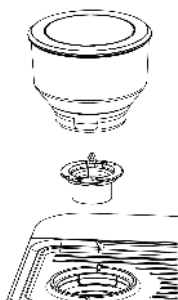
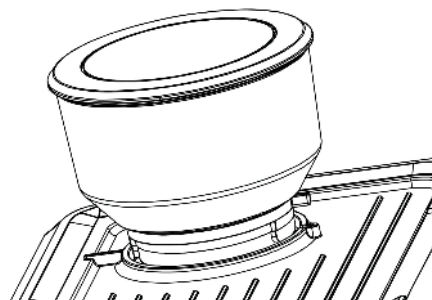

Fig. 1:
Fig. 2 :
1. Avant d'activer la fonction de broyage, assurez-vous que toutes les pièces nécessaires sont correctement installées, en vous référant à la Fig. 1 et à la Fig. 2.
Installez la tête de coupe et serrez-la dans le sens des aiguilles d'une montre. Ensuite, installez le réservoir à grains et fixez-le comme indiqué dans la Fig. 2.